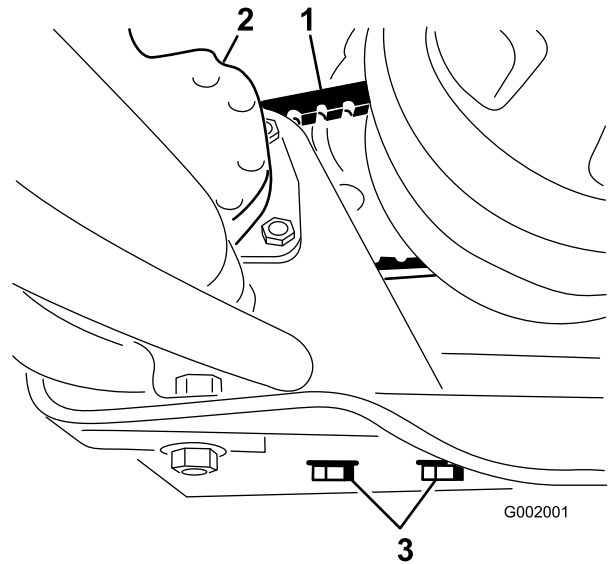

図 65
2. ステアリング・ポンプの取り付けボルトをゆるめる (図 65)。